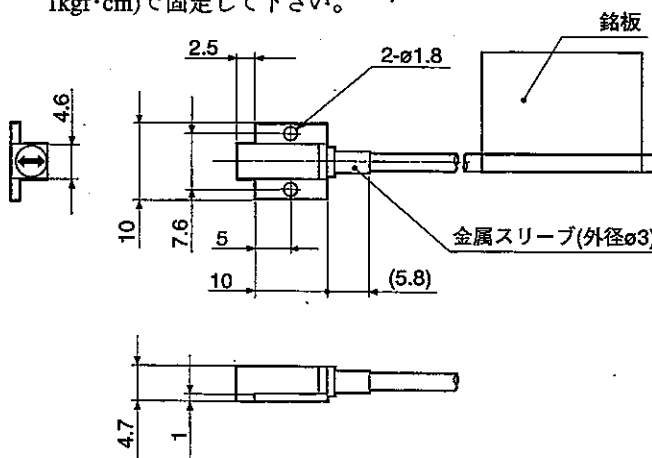

図2-2
- (1) 図2-2、2-3を参照し、M1.6またはNo.0-80UNFのネジ(長さ5mm以上)を用い、被測定物へ $l_1 \leq l_2$ となるように有効ネジ深さを取付ネジの長さ以上で加工して下さい。また、取付ネジの間隔は 7.6 ± 0.1 で加工して下さい。
- (2) 取付場所を十分に清浄にして下さい。
- (3) 変換器側の取付面も、清浄にして下さい。
- (4) 変換器と被測定物のあいだに、シリコングリスを薄く塗布し、ネジの締め付けトルク $0.08 \sim 0.1 \text{ N} \cdot \text{m}$ (参考値: 約 $0.8 \sim 1 \text{ kgf} \cdot \text{cm}$) で固定して下さい。